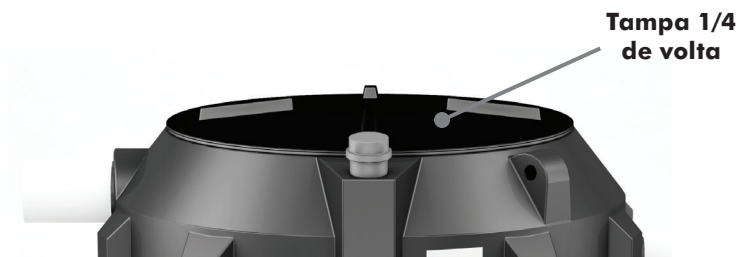

Figura 11
- A cada 3 extrações, ou em caso de obstrução, limpe o interior do Biodigestor com jato de água. Para realizar este procedimento, retire a tampa de 1/4 de volta. (Figura 11)